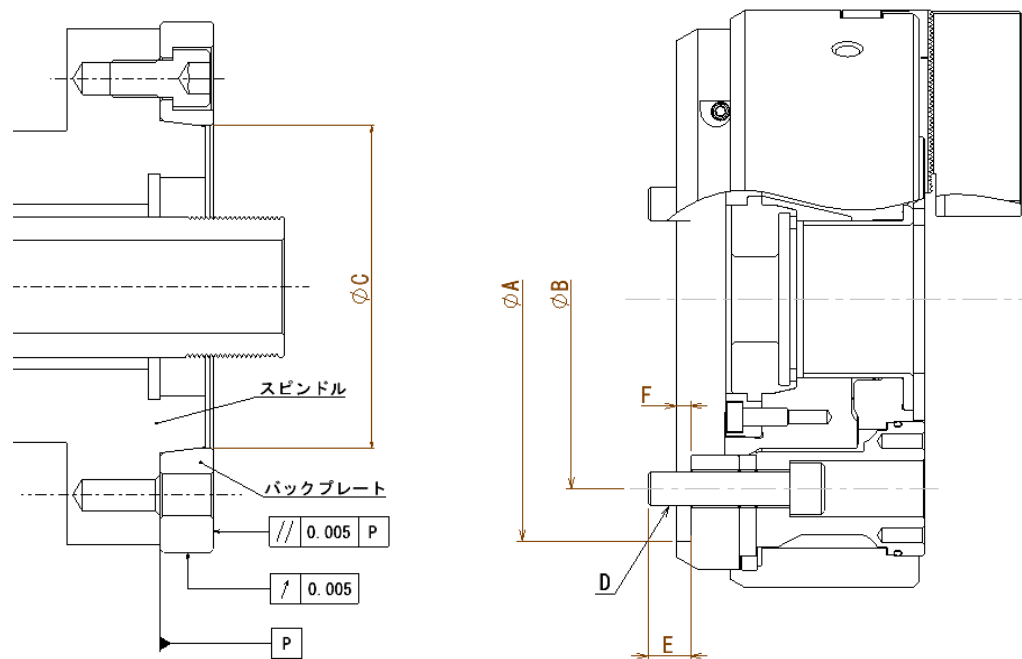

図 28 取付寸法
- バックプレートは図 28 のようなスピンドルに先に取り付けるタイプを使用してください。